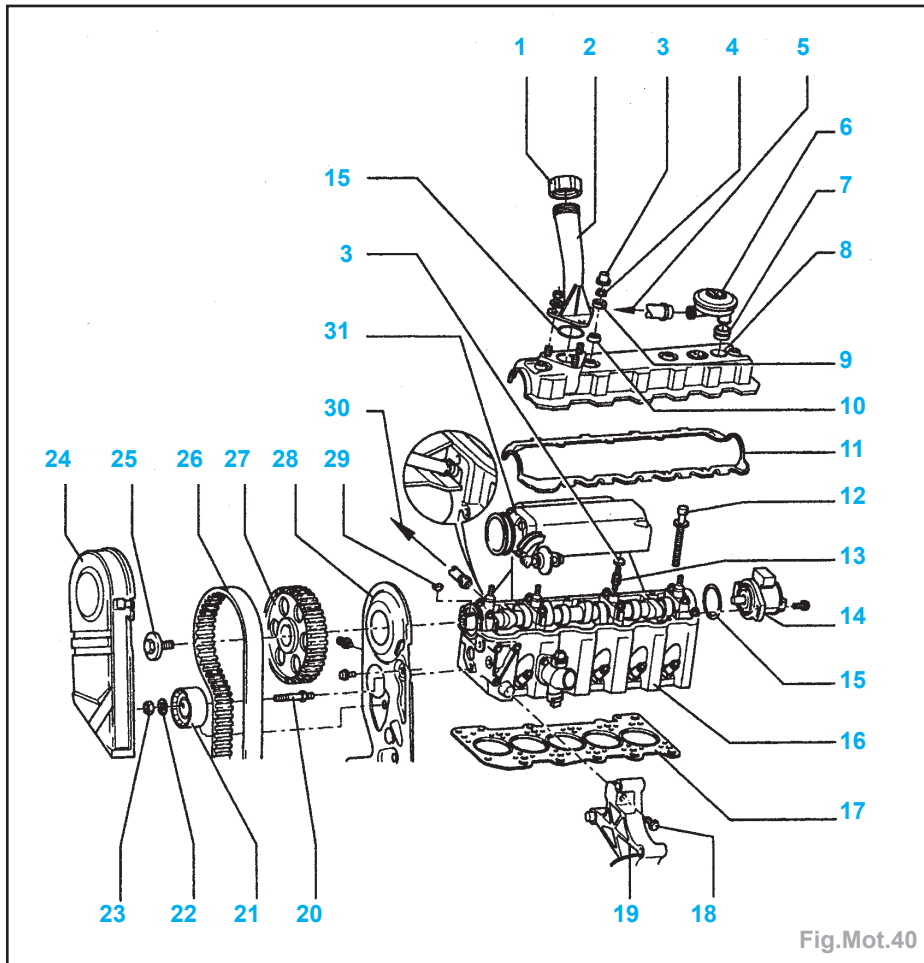

Fig.Mot.40
#### Composition (Fig.Mot.40) :
- Déposer (Fig.Mot.40) :